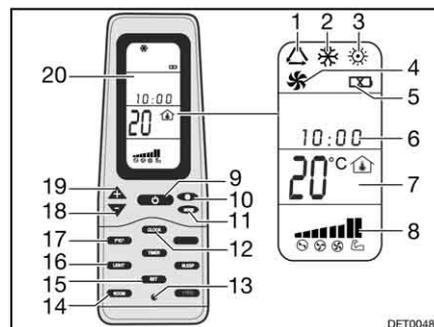

Bild 205 Fernbedienung
- Die Taste ON/OFF (Bild 205,9) drücken.
- Die Taste "Mode" (Bild 205,11) so oft drücken, bis die gewünschte Betriebsart (Bild 205,1, 2, 3 oder 4) auf dem Display (Bild 205,20) angezeigt wird.
- Mit den Tasten "+" (Bild 205,19) und "-" (Bild 205,18) die gewünschte Temperatur einstellen.
- Mit der Taste Lüftergeschwindigkeit (Bild 205,10) die gewünschte Lüfterstufe wählen.